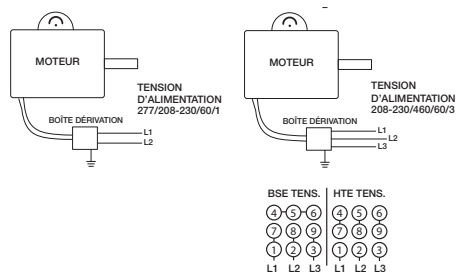

Figure 7 — Schéma de câblage typique
2. En l'absence de fiche, raccorder l'alimentation conformément au NEC et tous les codes locaux. Voir les schémas de câblage à la Figure 7.